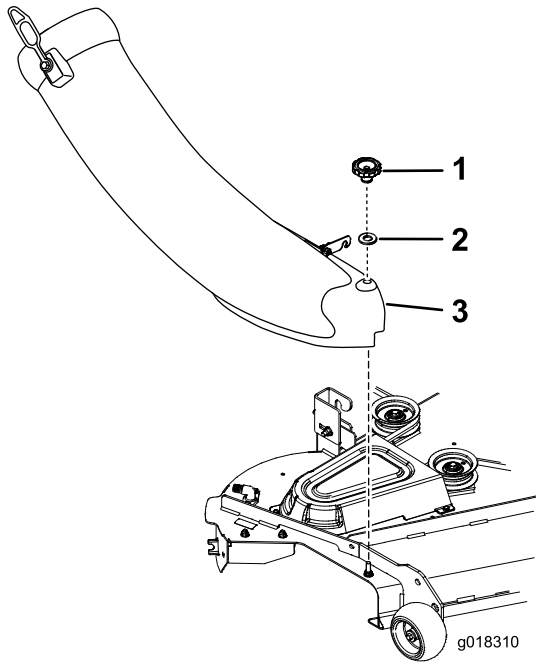

Figura 21
- 4. Alinee el orificio del conducto y monte el conducto sobre el perno. Sujete el conducto a la carcasa de corte con el pomo y la arandela plana (5/16 pulgada) (Figura 21).